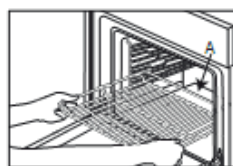

Fig. 1A
1. Introduceți orizontal grătarul metalic, cu partea ridicată „A” orientată în sus (Fig. 1A, Fig. 1B)